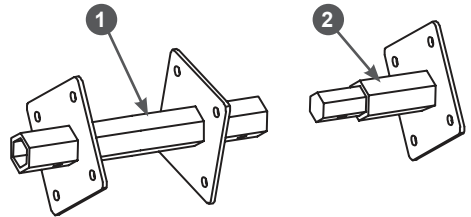

Рис. 9. Секции оси фрезы
- Определите какой стороной основная секция 1 оси фрезы устанавливается на вал редуктора и к какой стороне крепится дополнительная секция 2 оси фрезы (Рис. 9). Вставьте дополнительную секцию в основную сначала с одной стороны, затем с другой, при этом должна совпасть только одна пара отверстий. Та сторона основной секции оси фрезы, отверстие на которой не совпадает с отверстием на дополнительной секции оси и устанавливается на вал редуктора.